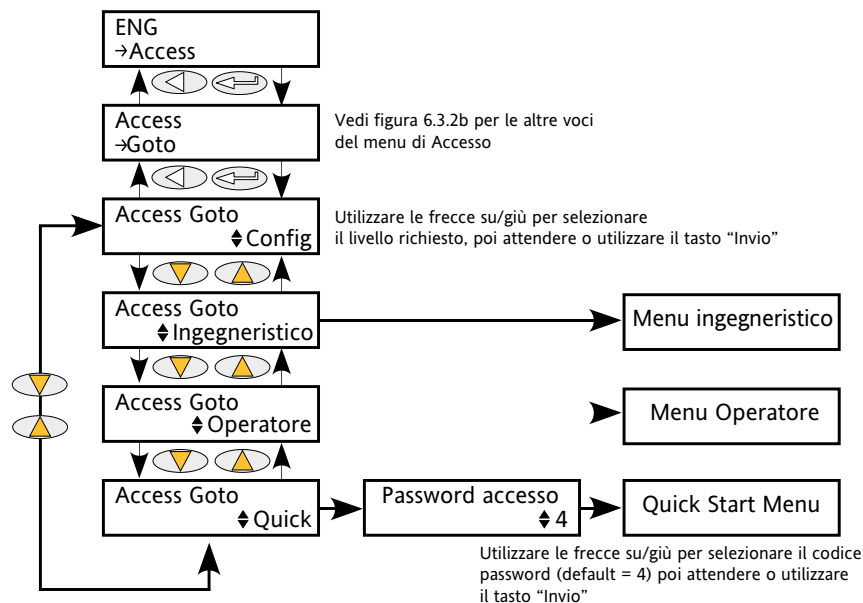

Figura 6.3.2a Menu "GOTO"
1. All'utente di uscire dal menu di livello Configurazione e passare a un differente livello di accesso. I menu Ingegneristico e Operatore non richiedono alcun codice password in quanto sono considerati di un livello di sicurezza inferiore rispetto al livello Configurazione (Figura 6.3.2a mostra una anteprima del menu)